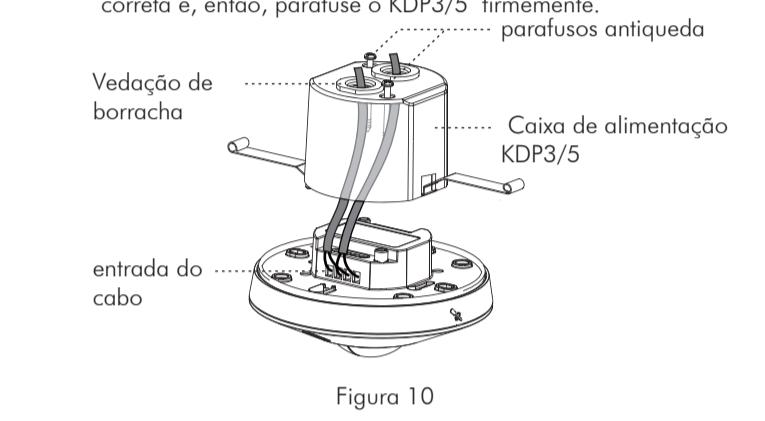

Figura 10
3.4.2.2 Use a chave de fenda para quebrar a vedação de borracha em KDP3/5 e, em seguida, passe os cabos através dele (veja a figura 10).